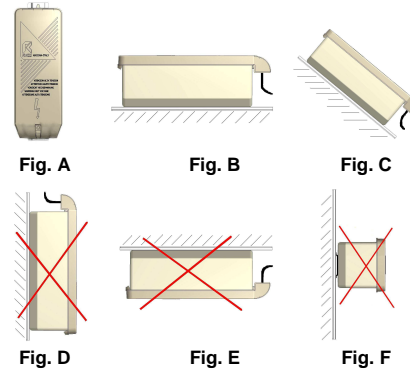

Fig. 1
- Limit the length of the HV cables (Tab.2), keeping away from metal frames and use pass-through to avoid contact. (Fig. 1)
- Limitare la lunghezza dei cavi di AT secondo Tab.2, mantenendoli lontani da strutture metalliche; utilizzare passa cavi per evitarne il contatto. (Fig. 1)
- Limiter au maximum la longueur des câbles haute tension et veiller à les maintenir loin des structures métalliques; employer passe câble pour éviter le contact. (Fig. 1)
- Die Maximal - Länge des Hochspannungskabels darf die werte aus Tab. 2 nicht überschreiten. Das Kabel ist von Metallteilen fernzuhalten. Dort wo das Kabel in ein Gehuse geführt wird, sind Kabeldurchführungen zu verwenden (Fig.1).